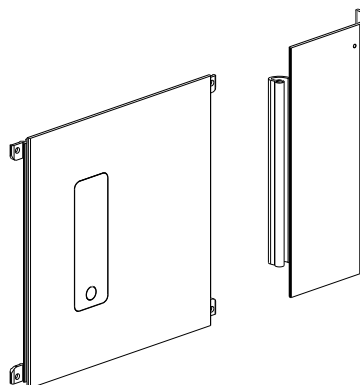

Figure 4-9: Replacer la porte de l'autre côté de la façade
6. Remplacez la porte de l'autre côté de la façade (Figure 4-9).